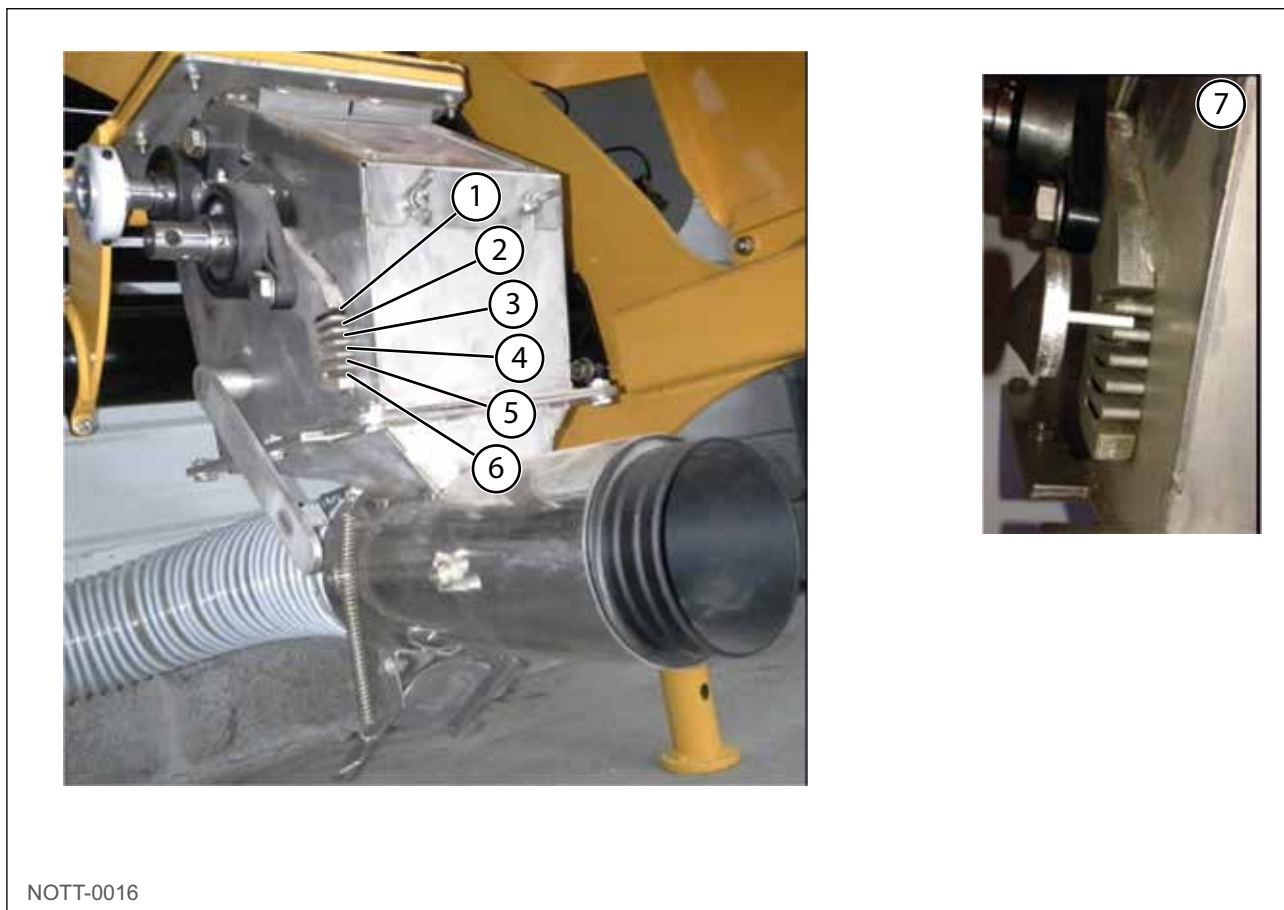

Abb. 33
Der Öffnungshebel wird in der Abbildung „Abb. 33“, Seite 50 in der Position Entleerung des Saatgutbehälters gezeigt.
- Den Öffnungshebel der Sälöffel auf Position 2 stellen (siehe „Abb. 33“, Seite 50).